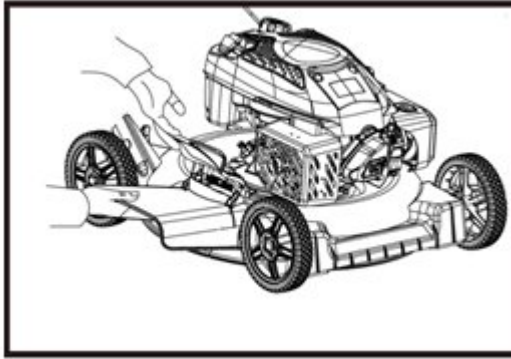

Рис.4
1. Поднимите крышку бокового выброса одной рукой и закрепите желоб бокового выброса другой рукой. (рис.4)